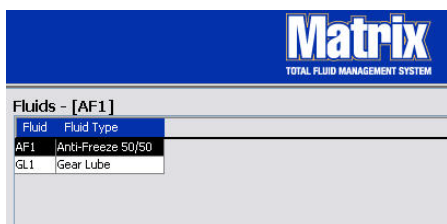

FIG. 97
6. Pour modifier le nom assigné à un fluide ou à le type de fluide associé au nom (FIG. 97), sélectionnez l'entrée dans la liste de l'écran principal "Fluids" (Fluides).